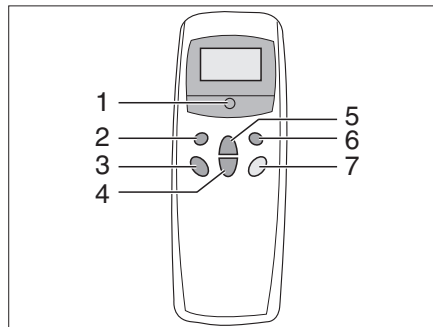

Bild 224 Fernbedienung
Die Klimaanlage ist auf dem Dach des Fahrzeugs angebracht. Die Fernbedienung (Bild 224) für die Klimaanlage befindet sich im Küchenbereich.
- Am Schalter (Bild 224,5) die Fernbedienung einschalten.
- Die gewünschte Betriebsart mit der Taste (Bild 224,1) einstellen.
- Bei Bedarf mit den Tasten (Bild 224,3 und 4) die gewünschte Gebläseleistung und Raumtemperatur einstellen.
- Zum Ausschalten die Taste (Bild 224,5) auf der Fernbedienung erneut drücken.